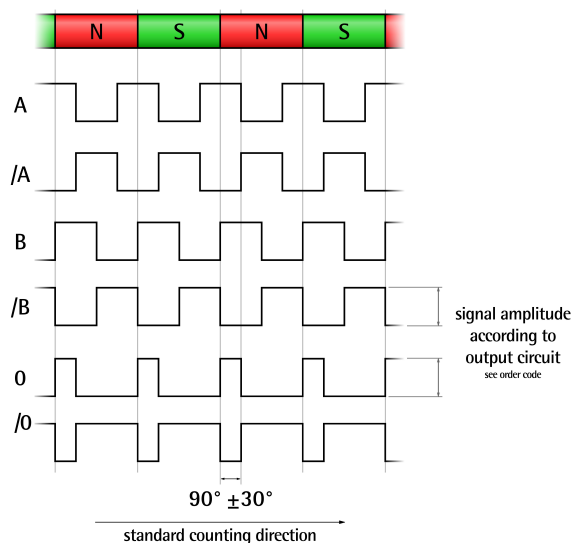

Figura 3- Esempio con fattore di interpolazione x4
4.5 Segnali di uscita (Figura 3)
Il segnale Index è disponibile solo con codice di ordinazione "I". Con codice di ordinazione "N" il segnale Index non è disponibile. Come mostrato in Figura 3, il segnale Index è sincronizzato con i canali A e B e restituito a ogni polo. Poiché è restituito sempre nella stessa posizione all'interno del polo, la distanza tra due impulsi di Index è pari al passo del polo. La durata del segnale di Index è pari a 1 incremento ($90^\circ \pm 30^\circ$ elettrici).